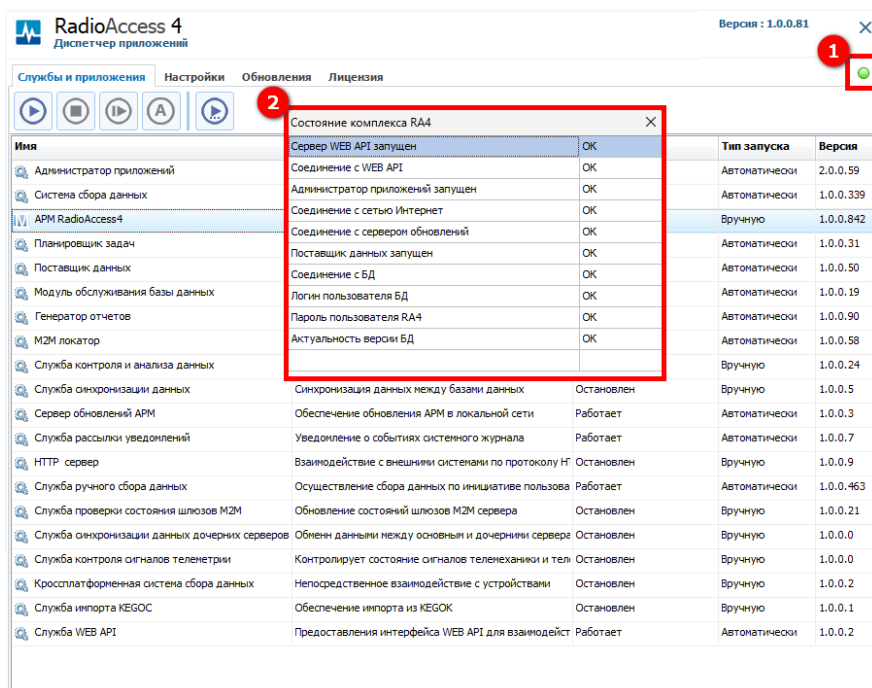

Рисунок 53 – Состояние работы программного комплекса RadioAccess 4 (РадиоАксесс 4)
В правом верхнем углу окна находится знак индикатора (1) (см. рисунок 53) – условное обозначение которого используются для отображения состояния работы программного комплекса **RadioAccess 4 (РадиоАксесс 4)**: